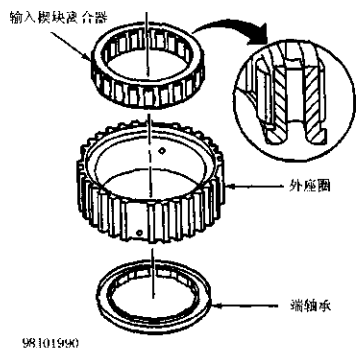

图 2-81 将输入模块装入外座圈
① 将润滑油挡板侧面朝上放置输入离合器模块于平面上。将输入和三档离合器模块的端轴承放入外座圈。将输入离合器模块放入外座圈(图 2-81)。